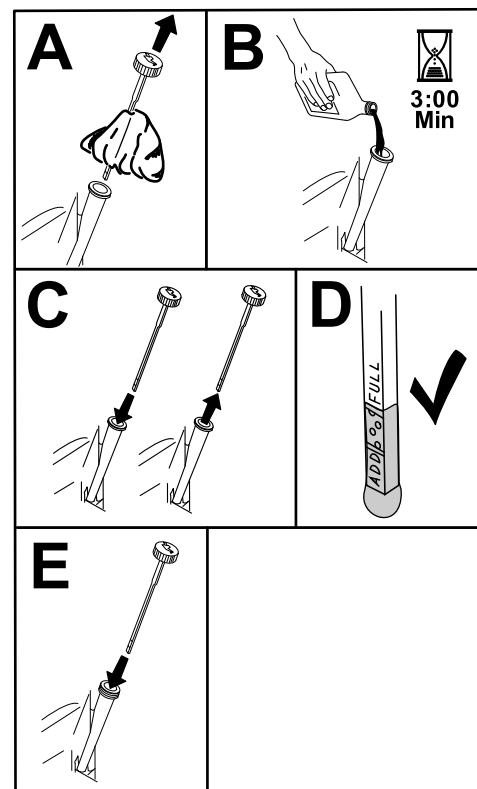

Figure 40
5. Versez lentement environ 80 % de l'huile spécifiée dans le tube de remplissage, puis faites l'appoint lentement jusqu'à ce que le niveau atteigne le repère maximum (Full) (Figure 40).